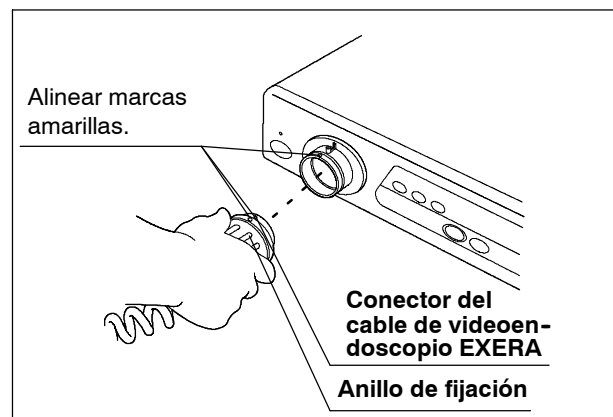

Figura 3.14
2. Alinee las marcas amarillas del cable de videoendoscopio EXERA con la marca amarilla que se encuentran en el conector del procesador de video. A continuación introduzca el conector hasta oír un clic (ver figura 3.14).